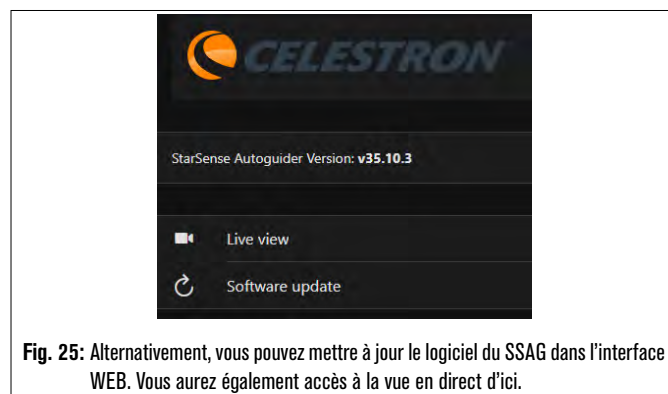

Fig. 25: Alternativement, vous pouvez mettre à jour le logiciel du SSAG dans l'interface WEB. Vous aurez également accès à la vue en direct d'ici.
3. Ouvrez un navigateur Web sur votre ordinateur et saisissez <http://169.254.54.1/> pour lancer le Web SSAG page d'interface (Fig. 25).